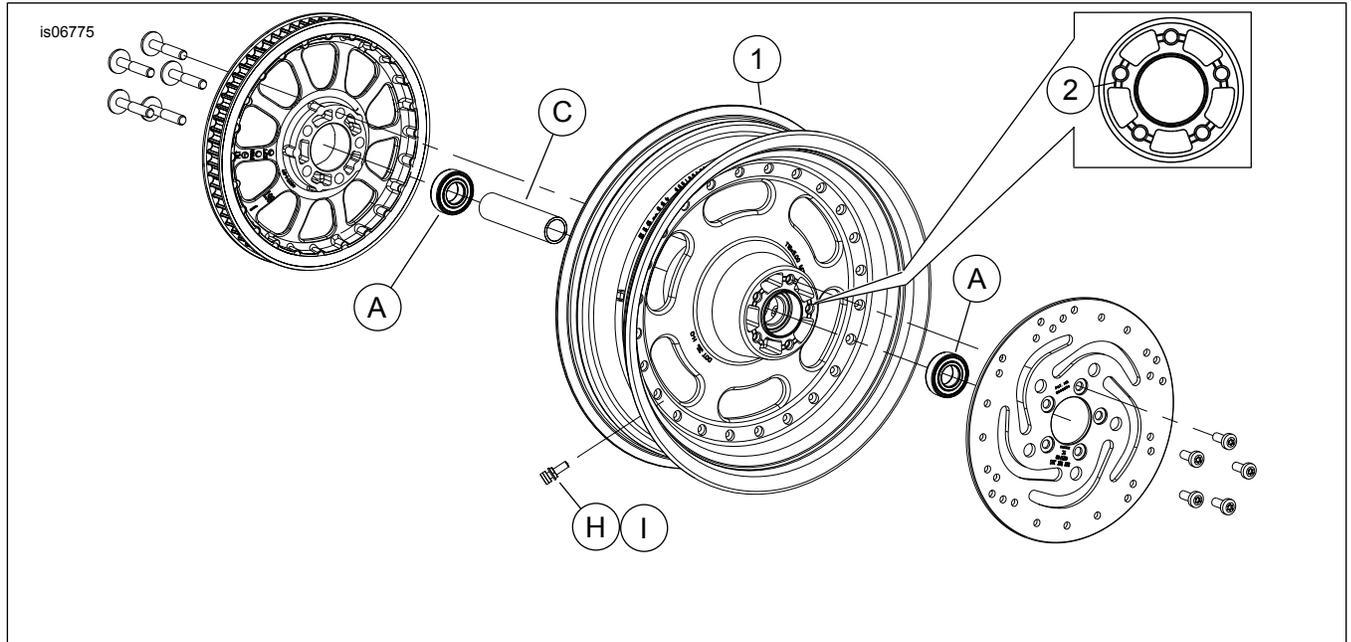

Abbildung 1. Ersatzteile: Fat Bob „Cutback“-Hinterrad
2. Siehe Abbildung 1. Die Ventilschaft-Baugruppe (H) am Rad anbringen. Siehe Werkstatthandbuch.